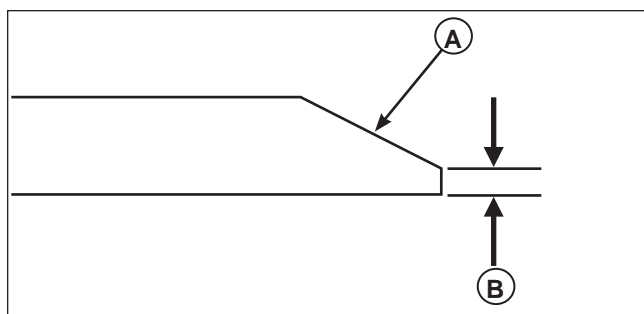

Figura 29. Afilamiento de las cuchillas del cortacésped
3. Mantenga el bisel original (A, Figura 29) al afilar. NO cambie el bisel de las cuchillas del cortacésped.
4. Las cuchillas del cortacésped deben tener un borde de corte máximo de 1/64" (0.40 mm) (B) o menos.